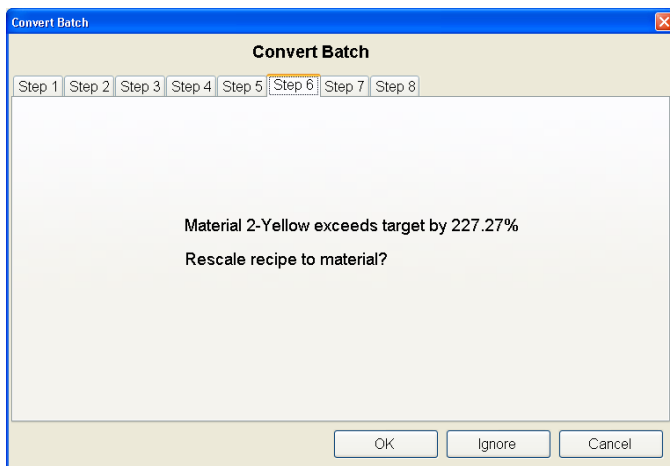

Figura 12-20: Pantalla de cálculo de conversión
7. La Figura 12-20 muestra que la función Convertir ha examinado todos los materiales y determinado qué proporción de Material 2 – Amarillo difiere más entre las recetas. Éste debe reescalarme en la cantidad mostrada: 227.27%. El mismo porcentaje de reescalamiento debe aplicarse a todos los demás materiales del lote. Haga clic en OK.
9. Cuando se da clic en OK en la Figura 12-20, el sistema crea automáticamente una copia de la receta con todos los cambios aplicados por Convertir lote. Usted puede identificar esta receta en BatchTool porque el sistema asigna un 0 (cero) extra al principio del nombre de la receta.